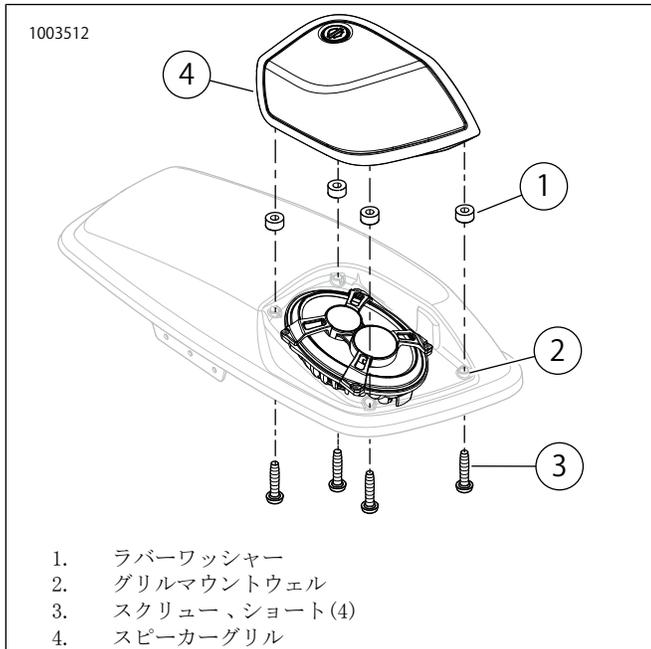

図2。グリルの取り付けと取り外し
4. 図2を参照してください。スピーカーグリルスクリーン(3)を取り外します。あとで使いますので保管しておいてください。